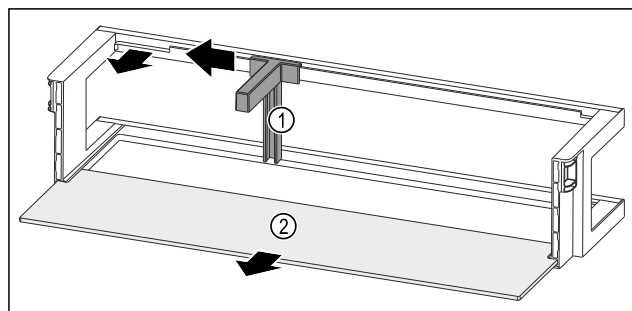

Fig. 118 Półka w drzwiach z uchwytem butelek i półką
- Przesunąć uchwyt butelek Fig. 118 (1) na bok do zagłębienia.
- Wyjąć uchwyt butelek Fig. 118 (1).
- Wyjąć półkę Fig. 118 (2).